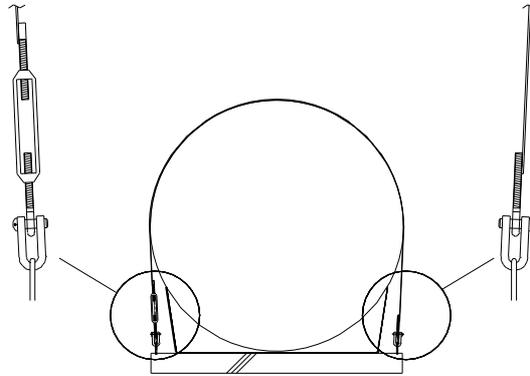

図7 浮上防止バンドの固定方法
- ・FRP 槽本体を水平に設置した後は、図7のように付属の浮上防止バンドを円筒部に巻き、浮上防止バンドアンカーに結合します。片側はターンバックルを介して結合し、長さを調整し固定します。